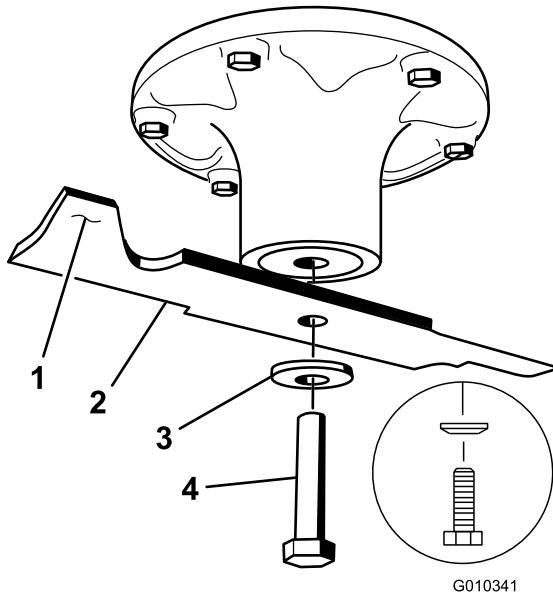

Figura 68
2. Retire el perno de la cuchilla, la arandela curva y la cuchilla del eje (Figura 68).